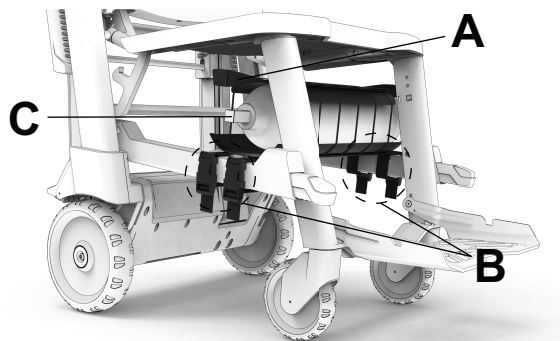

Рисунок 37 – Крепление держателя для кислородного баллона
2. Поместите держатель кислородного баллона (A) между двумя нижними трубчатыми ручками для подъема под чашей сиденья (Рисунок 37).
3. Оберните все четыре ремня вокруг нижних трубчатых ручек для подъема (B) и пристегните боковые разъемные пряжки (Рисунок 37).
4. Задвиньте кислородный баллон (C) в держатель (Рисунок 37).